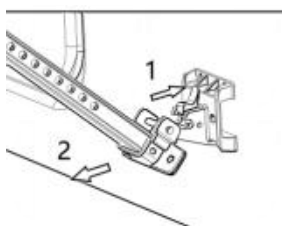

Figure D9
a. Rilasciare la linguetta sulla staffa di installazione inferiore, ruotare l'asta di supporto verso l'esterno e posizionarla verticalmente a terra. (Figura D9)